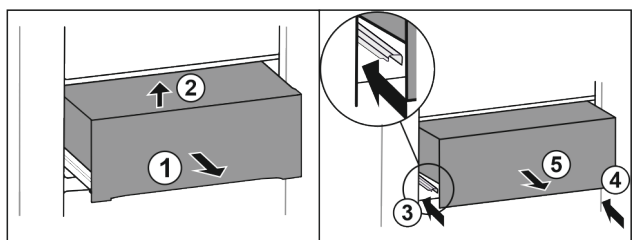

Fig. 47
- ▶ Wyciągnąć szufladę do połowy. Fig. 47 (1)
- ▶ Unieść szufladę z przodu. Fig. 47 (2)
- ▶ Wsunąć lewą szynę. Fig. 47 (3)
- ▶ Wsunąć prawą szynę. Fig. 47 (4)
- ▶ Wyjąć szufladę do przodu. Fig. 47 (5)